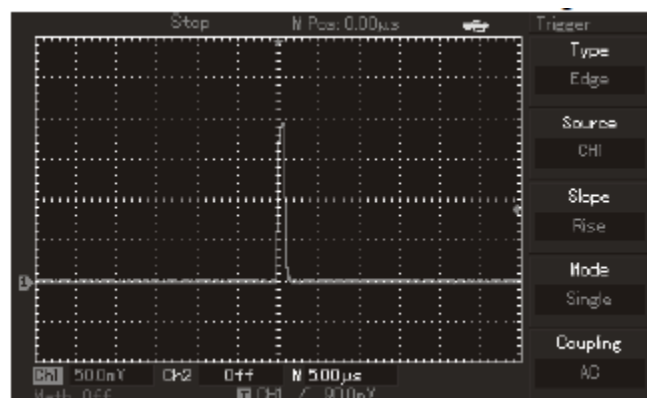

Fig. 3-3 Capturarea unui semnal simplu
- ① Apasati butonul MENU in zona trigger control pentru a intra in meniul setarii
- ② Setati declansare la nivel (edge), sursa de declansare pe canalul CH1, front crescator, mod declansare single si cuplare AC, cu ajutorul tastelor F1 – F5.
- ③ Reglati scala pe verticala si baza de timp pe orizontala la un nivel corespunzator.
- ④ Rotiti butonul TRIGGER LEVEL pentru a seta un nivel corespunzator pentru declansare
- ⑤ Apasati RUN/STOP pentru a astepta declansarea achizitiei semnalului. Odata declansata achizitia, semnalul poate fi vizualizat pe ecran (vezi fig. 3-3)